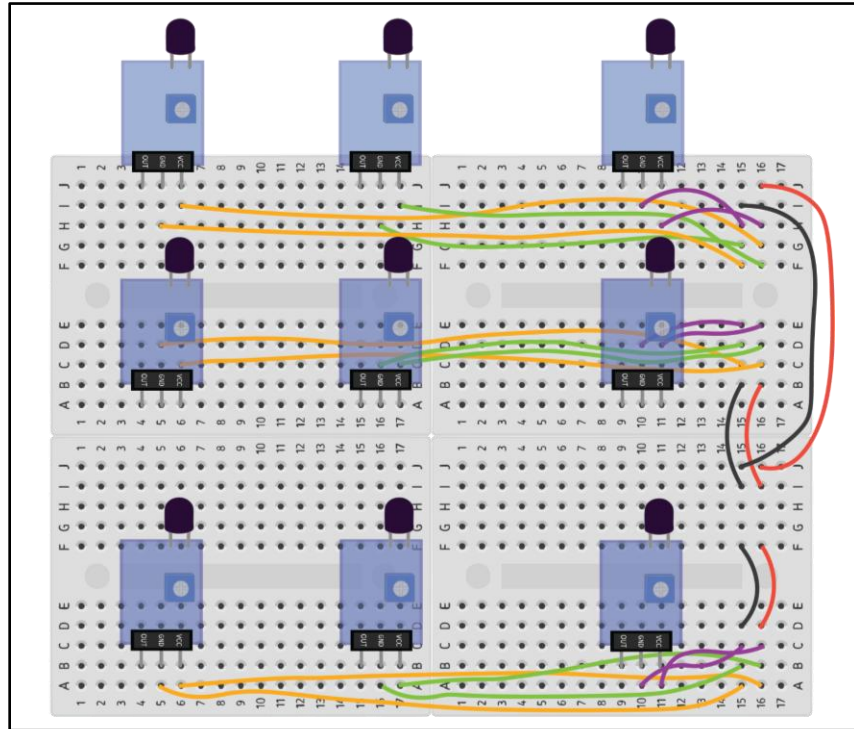

Рисунок 3: Размещение фотодиодов и локальной проводки на макетной плате.
- б. Разместите фотодиоды на мини-бредбордах, как показано на рисунке ниже (**Рис. 3**). Важно соблюдать точное расположение, так как это обеспечивает правильное размещение фотодиодов в 3D-печатном корпусе. *Для средней линии может быть проще сначала установить проводку, а затем поместить фотодиоды.